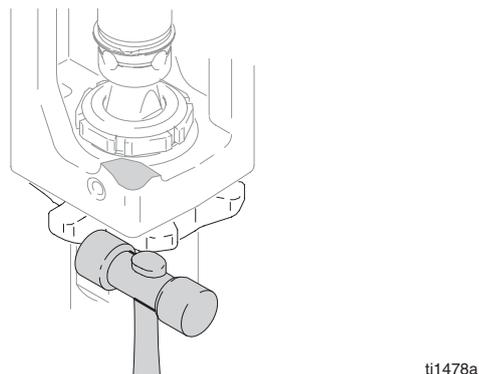

Fig. 10
5. Fig. 10. Afloje la contratuerca golpeándola con un martillo. Desenrosque la bomba.